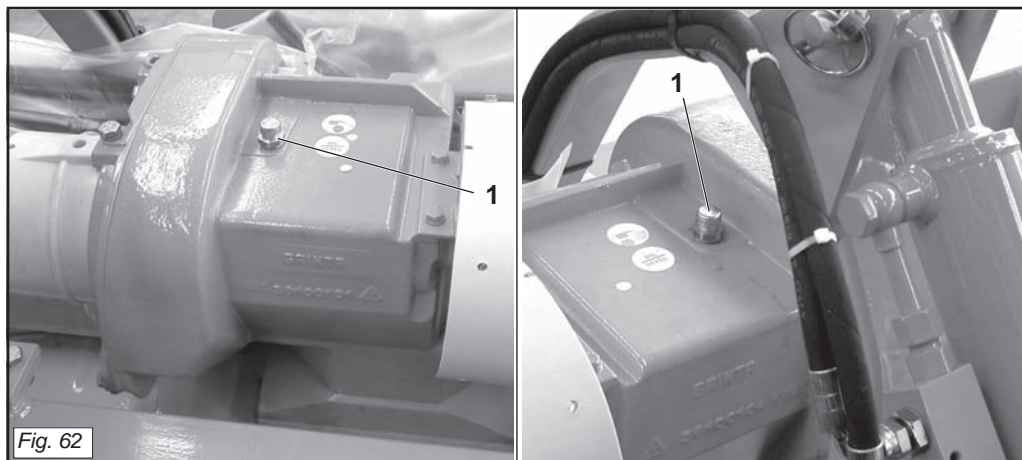

Fig. 62
- Per le scatole laterali, estrarre l'astina (1 Fig. 62) e verificare che l'olio sia a filo della tacca di livello. Eventualmente rabboccare.
- To check the level in the side housings, remove the dipstick (1 Fig. 62) and make sure that the oil reaches the level mark. Top up if necessary.
- (1 Fig. 62) et vérifier que l'huile est au niveau du repère.
- Für die seitlichen Gehäuse den Ölmesstab (1 Abb. 62) herausziehen und sicherstellen, dass das Öl bis zur Standkerbe steht. Eventuell Öl nachfüllen.
- Para las cajas laterales, extraer la varilla (1 Fig. 62) y controlar que el aceite llegue a la muesca de nivel. Si es necesario abastecer.